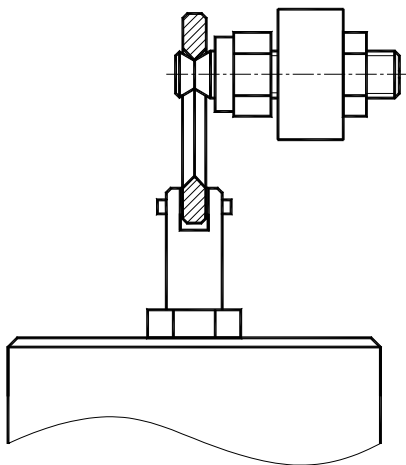
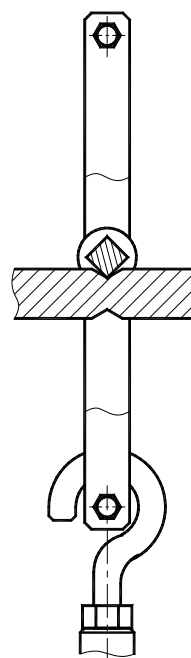

图 4.2
图 4.3
- 4.5 本试验机共有 4 个砝码，均在其上端面打有识别标记，对应图 4.1 中 1、2、3、4 位置。打开试验机侧门，去掉所有弹性包装带，开始安装砝码。顺序为：首先装砝码 1，悬挂在下杠杆相应挂槽内；然后依次安装砝码 4、3、2，均悬挂在上杠杆上。其中 1、2 悬挂方式见图 4.2，3、4 悬挂方式见图 4.3，注意必须保证刀口正确安装在 V 型槽内。